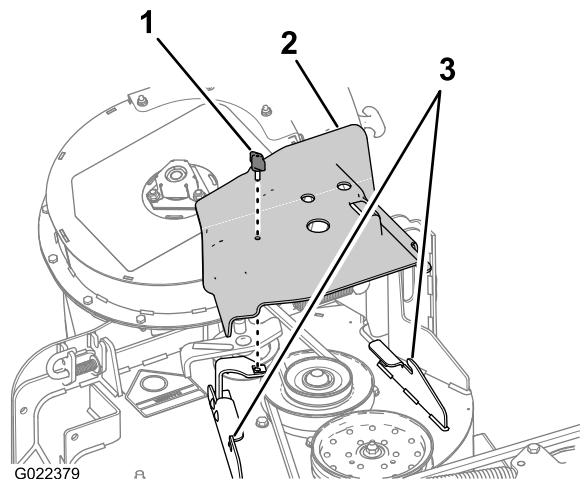

図 3
1. ベルトカバーを固定している蝶ねじを取り外す (図 3)。
2. カバーを外側にずらして、カバーのエッジがデッキのフランジのフックをクリアするようにする (図 3)。